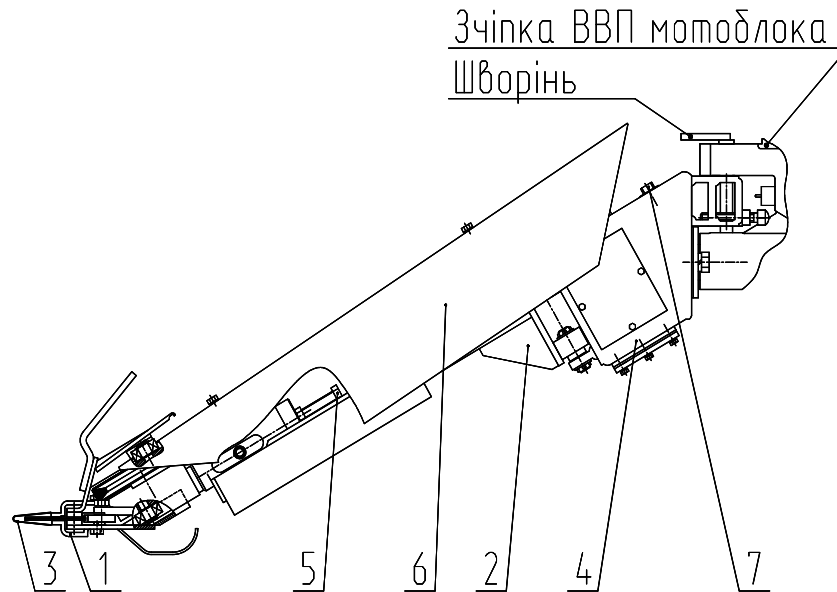

Рис. 1 Загальний вигляд косильного агрегату (робоче положення)
5.1 Агрегат складається з різального апарату, рами, редуктора і кожуха, які показані на рис. 1.
6.3 Виконати часткове збирання агрегату відповідно до рис. 1: